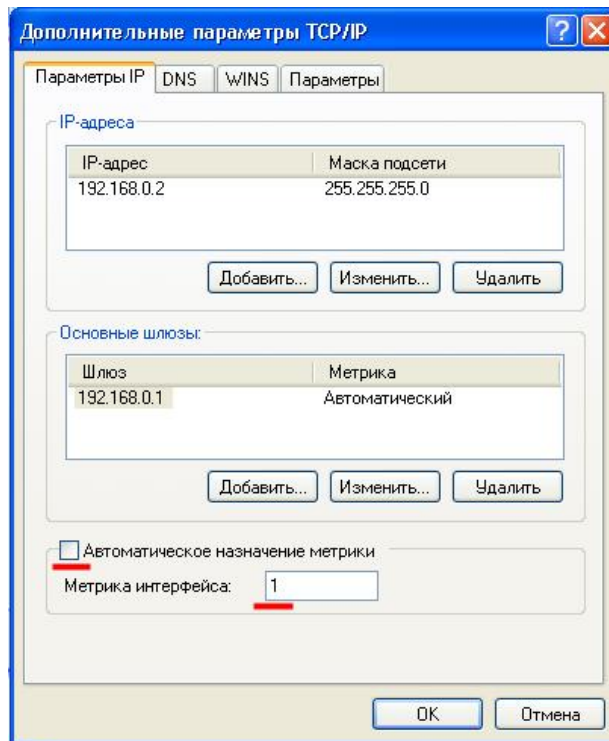

Рис. 4.8.7. Настройка дополнительных параметров интерфейса сети CDMA
- ü Аналогичным образом настройте второй сетевой интерфейс сети CDMA (рис. 4.8.7).